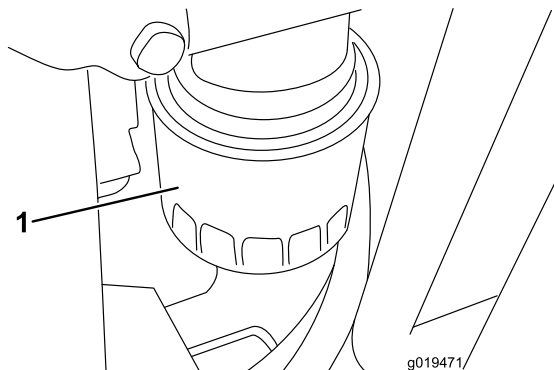

Figura 58
2. Retire o filtro do óleo (Figura 58). Aplique uma leve camada de óleo limpo no vedante do filtro novo antes de o montar. Não aplique demasiada tensão.